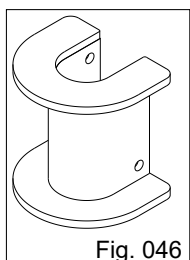

Fig. 046
- Primeiramente levante a plantadora utilizando o comando do cilindro hidráulico, em seguida trave os cilindros das rodas utilizando a trava (Fig. 046), que se encontra fixada ao lado do cilindro hidráulico de cada rodagem;